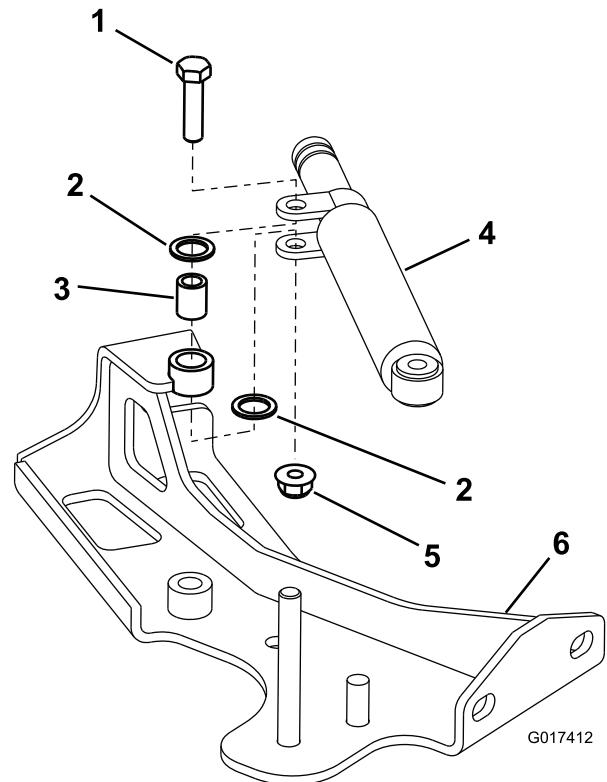
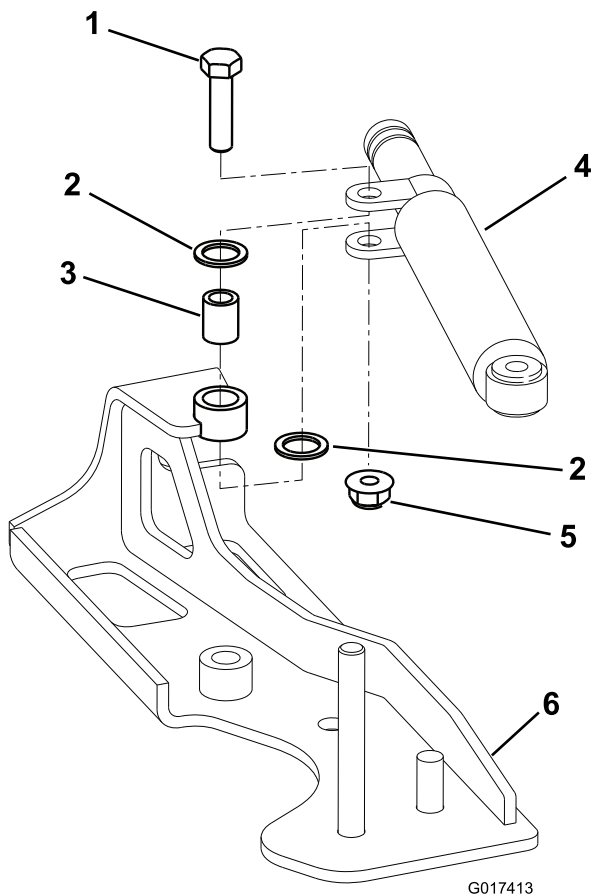

図 1
図 2
注 ピボットブッシュにネバーシーズ（トロパーツ 505-181）を塗布する（図 1または図 2）。
2. 新しいケーブルサポートプレートにダンパを取り付ける（図 1または図 2を参照）。